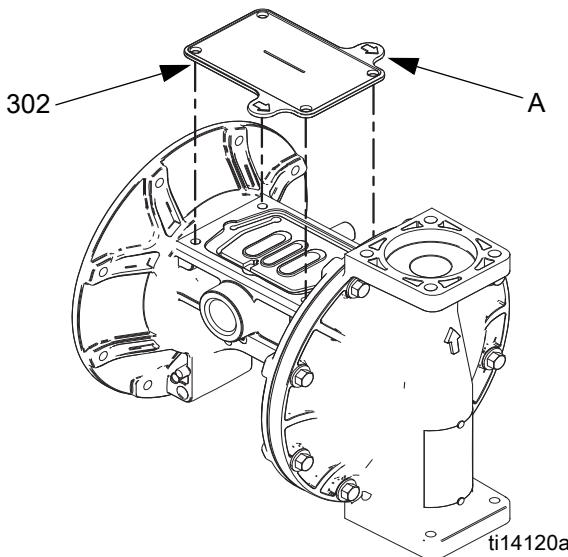

Рис. 9. Инструмент для крышки жидкостной секции
- c. Нанесите смазку на П-образные уплотнения оси (106) и на ось диафрагмы (104). Вставьте ось в корпус.
- f. Прикрепите первую крышку жидкостной секции (3). См. **Инструкции по затяжке**, стр. 18.
- a. См. Рис. 9. Поместите входящий в комплект инструмент (302) на место, где обычно находится прокладка воздушного клапана (108). Стрелки (A) должны быть обращены к уже прикрепленной крышке жидкостной секции.